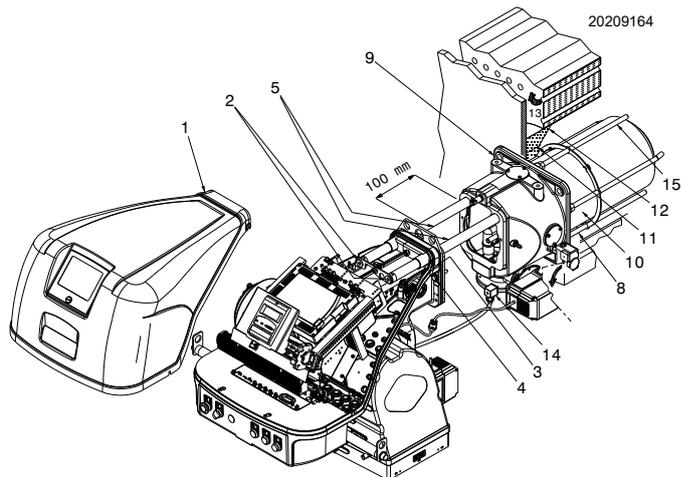

Fig. 16
Per le caldaie con giro dei fumi anteriore 13)(Fig. 16), eseguire una protezione in materiale refrattario 11), tra refrattario caldaia 12) e boccaglio 11).
Per le caldaie con il frontale raffreddato ad acqua non è necessario il rivestimento refrattario 11)-12)(Fig. 16), se non vi è espressa richiesta del costruttore della caldaia.
Separare la testa di combustione dal resto del bruciatore, come in Fig. 16; procedere come segue:
Durante il fissaggio del bruciatore alla caldaia, prestare particolare attenzione ai tubi gas esterni 15 (Fig. 16) per evitare di danneggiarli.
- rimontare il bruciatore sulle guide 3) a circa 100 mm dal manicotto 4) - bruciatore nella posizione illustrata in Fig. 16 a pag. 22;